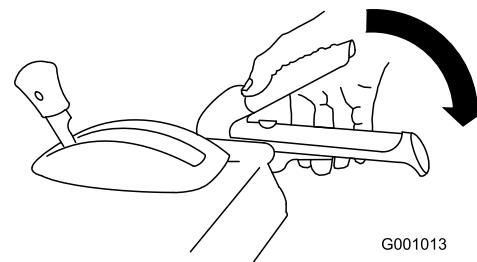

Bild 37
- Drücken Sie zum Einkuppeln des Räumwerk-/Gebläseradantriebs den rechten Hebel (Räumwerk/Gebläserad) zum Handgriff (Bild 37).